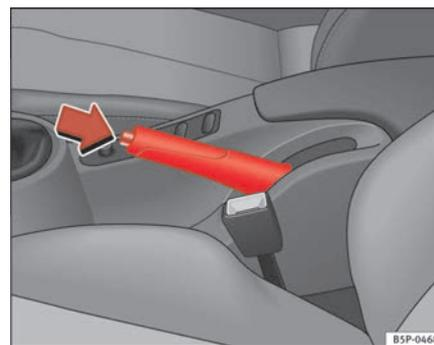

Fig. 145 Travão de mão entre os bancos dianteiros
⇒ página 183, fig. 145.
- Puxar a alavanca um pouco para cima, premir o botão de desbloqueio no sentido da seta ⇒ página 183, fig. 145 e fazer descer completamente a alavanca ⇒ .